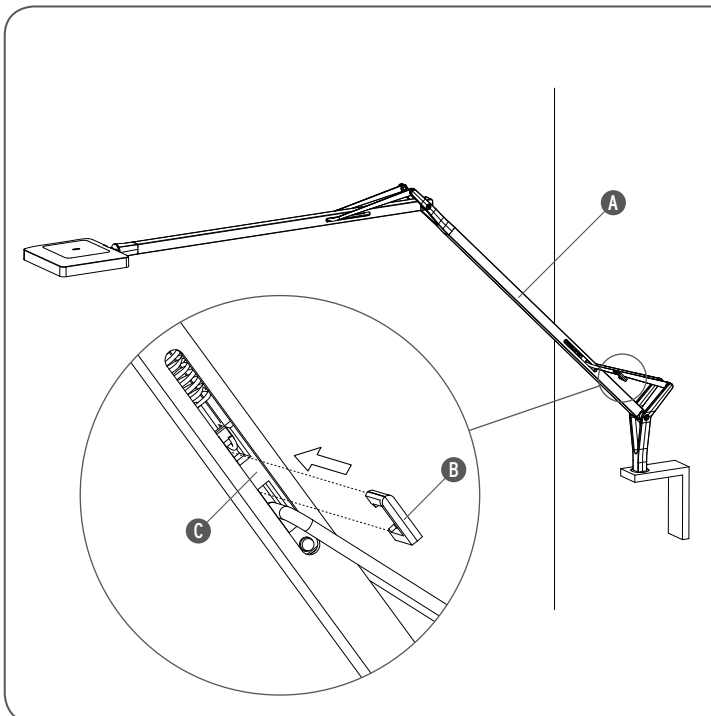

Fig. 2
<IT> Fig.2 Con il braccio (A) dell'apparecchio piegato di 45° rispetto all'asse perpendicolare, introdurre il blocco a scatto (B) nell'asola (C) del braccio come indicato in figura.
<DE> Abb.2 Den Leuchtenarm (A) im 45° Winkel zur Senkrechte einrichten und den Schnappverschluss (B) in die Öse (C) des Arms einführen, wie in der Abbildung dargestellt.
<FR> Fig.2 Une fois le bras (A) de l'appareil plié à 45° par rapport à l'axe perpendiculaire, introduire la pièce de blocage (B) dans la fente (C) du bras, comme indiqué sur le schéma.
<PT> Fig.2 Com o braço (A) do aparelho inclinado a 45° relativamente ao eixo perpendicular, introduzir o encaixe (B) na ranhura (C) do braço, como na figura.
<J> 図.2 垂直の軸に対して45°に折り曲げられた器具のアーム(A)では、スナップロック(B)が図で示されているようにアームの穿孔(C)に差し込まれる。